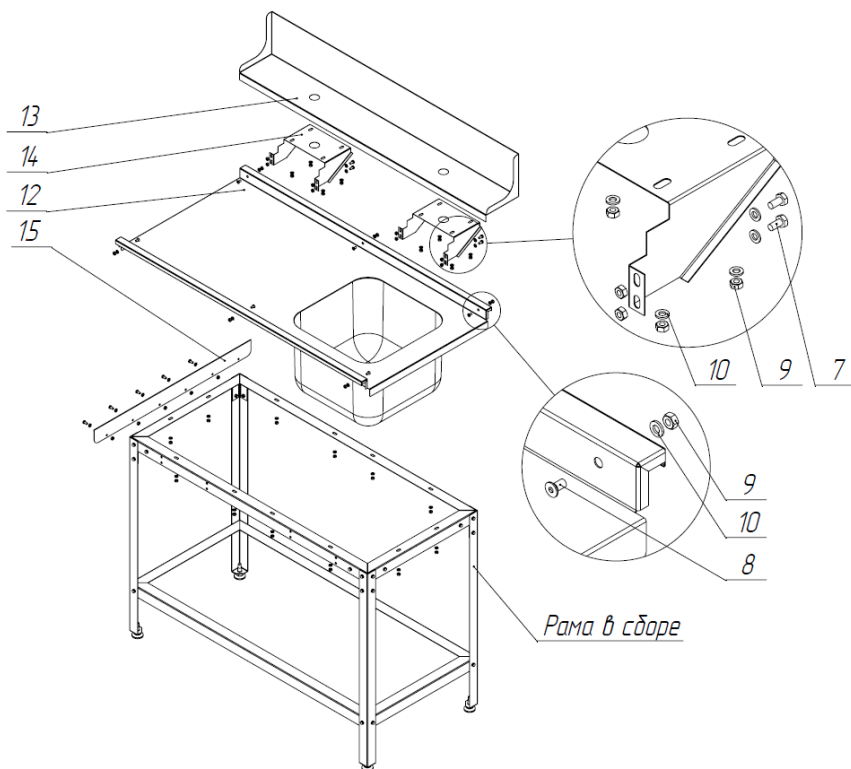

Рис. 3. Общая сборка стола.
- 1.6 Вкрутить в стойки (5) ножки опорные (11), перевернуть раму и отрегулировать горизонтальность установки помощью вкручивания-выкручивания ножек опорных (11).
2. Общая сборка стола (Рис. 3).